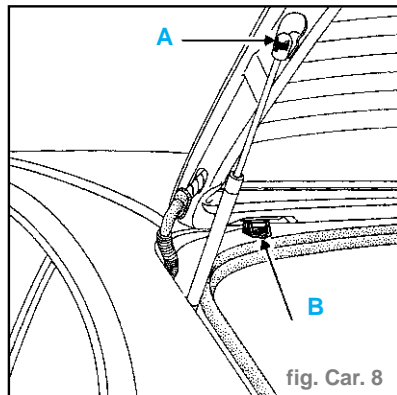

fig. Car. 8
- Déclipser les équilibres de hayon en (A). (fig. Car. 8)
- Déposer les écrous de fixation et ôter les charnières (B) (opération devant être effectuée par deux personnes).
**Nota :** Dans le cas d'un remplacement de hayon ou de pavillon, récupérer les cales de positionnement en hauteur situées sous les charnières (B).